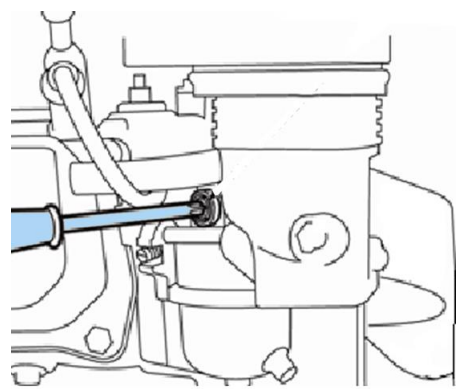

Fig 6
3. Tilpas tomgang på stilskrue se fig. 6